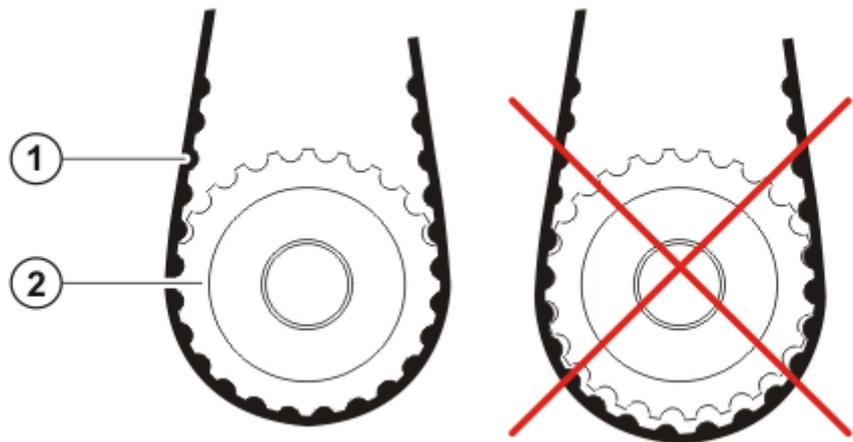

Fig. 9-10: Courroie dentée et poulie de courroie dentée
- Placer la courroie dentée A6 et la courroie dentée A5 l'une après l'autre dans le poignet en ligne et sur les poulies dentées. Veiller à ce que les courroies dentées et les poulies dentées s'engrènent correctement (>>> Fig. 9-10).